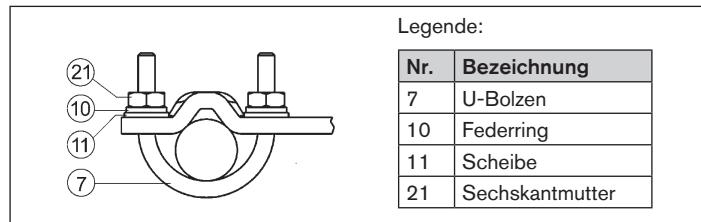

Bild 30: Anbauwinkel am Säulenjoch befestigen
- Anbauwinkel mit U-Bolzen (7), Federringen (10), Scheiben (11) und Sechskantmuttern (21) am Säulenjoch befestigen (siehe „Bild 30“).